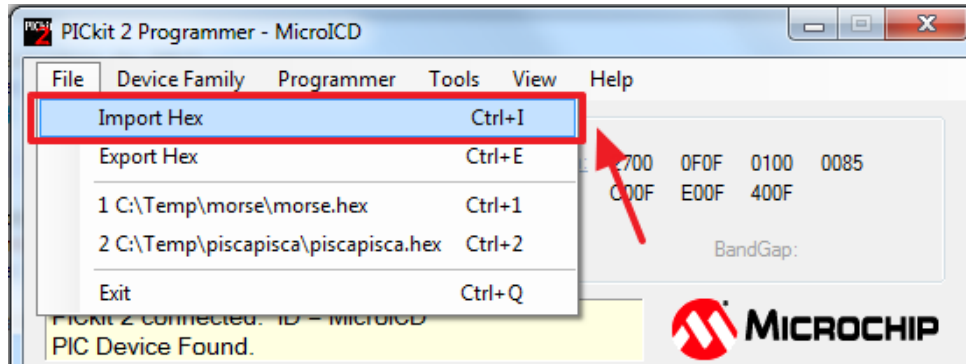

Figura 20: 2º Passo.
- **2º Passo:** Em seguida deve-se importar o arquivo “.hex” para o *software*. Para isso, selecione o menu “File” e em seguida a opção “Import Hex”, como mostrado na Figura 20. Será então aberta uma janela para seleção do arquivo, navegue até a pasta onde o projeto foi salvo, selecione o arquivo “.hex” e em seguida